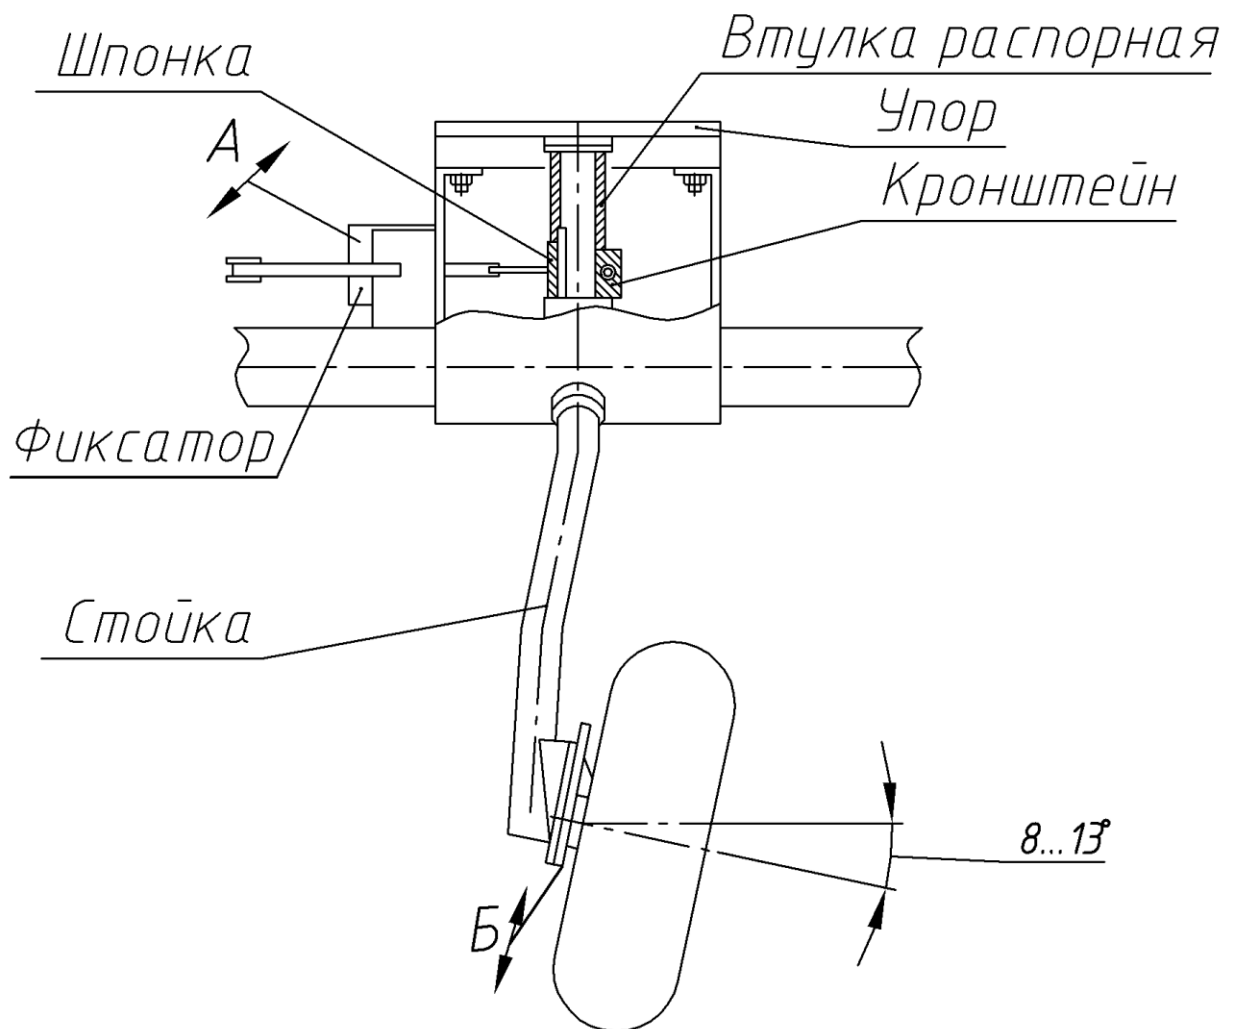

Рисунок 7. Установка левого колеса
6.3.3. Вставьте стойку левого колеса в жатку (рисунок 7), установите кронштейн и шпонку. Затем установите втулку распорную и закрепите сверху упор. Стойка колеса должна упираться в пластину упора. Зажмите клеммное соединение кронштейна, при этом вилка кронштейна должна находиться по центру фиксатора. Поверните колесо в рабочее положение и зафиксируйте.
– повернуть рукоятку фиксатора левого колеса (рисунок 7) в рабочее положение (см. схему на жатке) и движением трактора назад добиться поворота колеса до фиксации в рабочем положении;